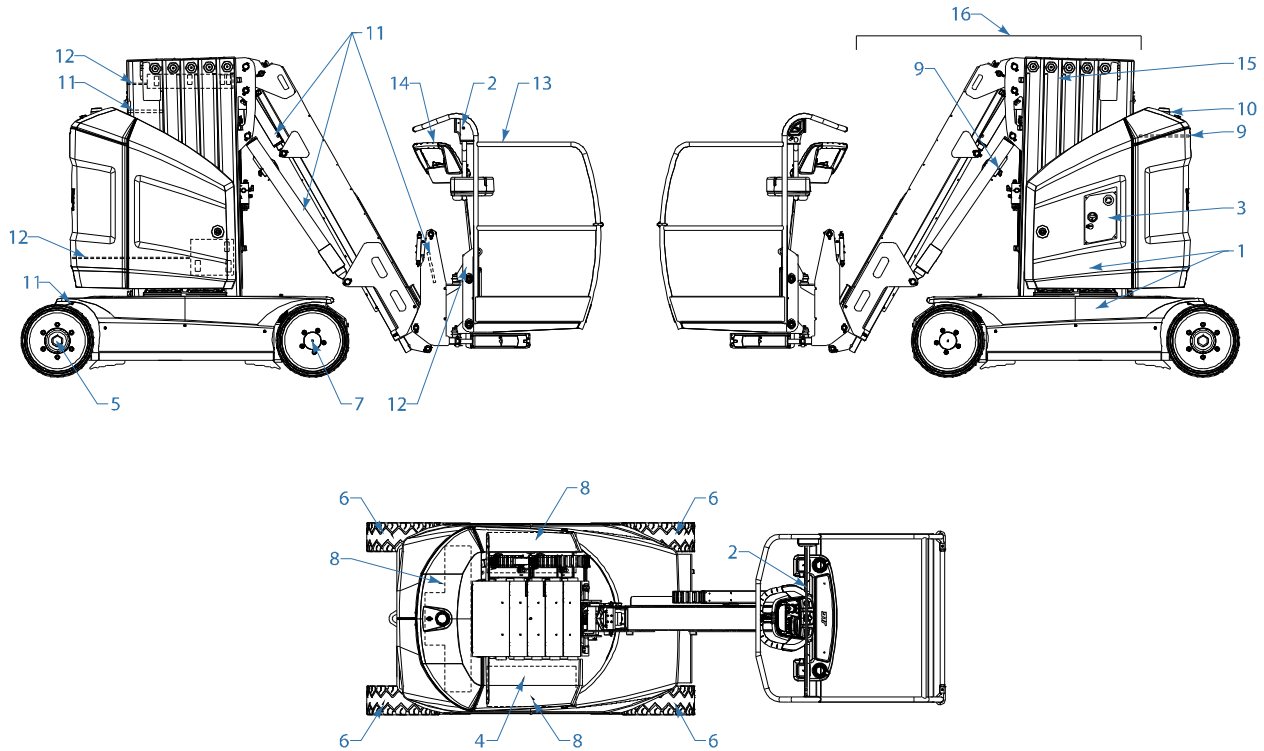

Bild 2-1. Tägliche Sichtkontrolle
- 5. Begehungs" Inspektion** – Siehe Bild 2-1.
Die Sichtkontrolle bei Leg.nr. 1 beginnen; siehe Bild 2-1. Weiter jeden Punkt der Reihe nach auf die Bedingungen prüfen, die in der nachstehenden Prüfliste angegeben sind.